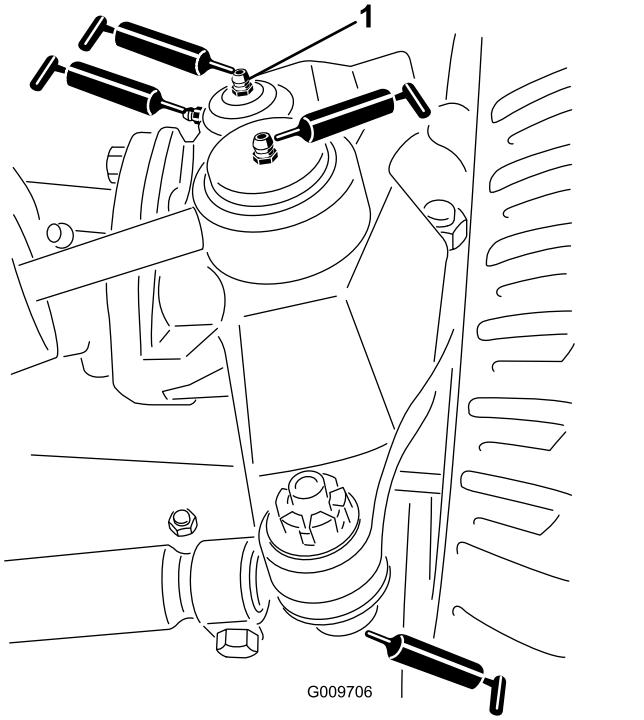

Figure 45
- Rotules de vérin de direction (2) (Figure 45)